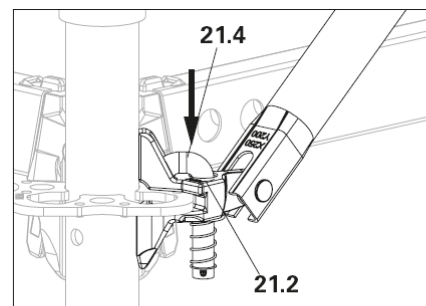

Fig. A4.03d
- La diagonale nodale UBK est montée. (Fig. A4.03d)